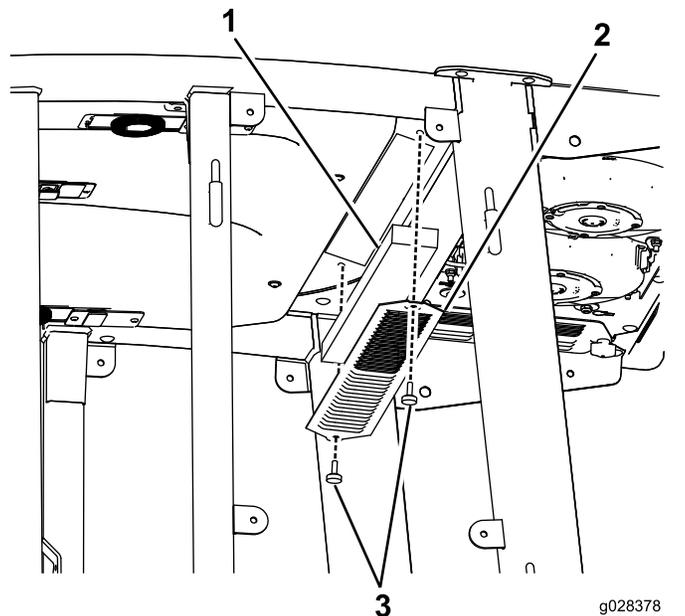
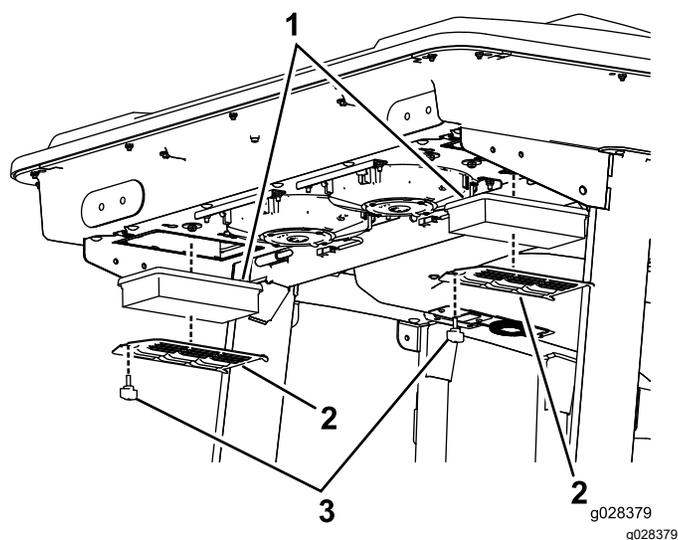
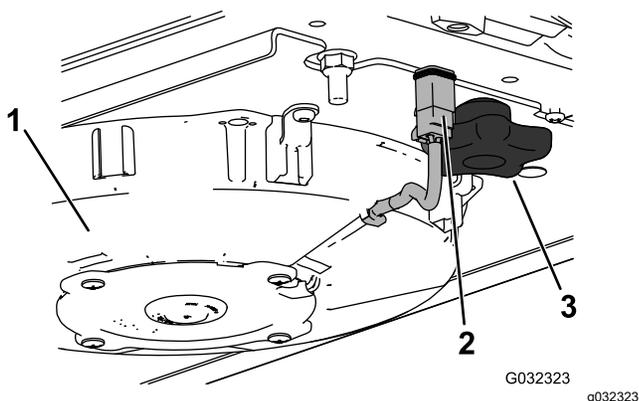
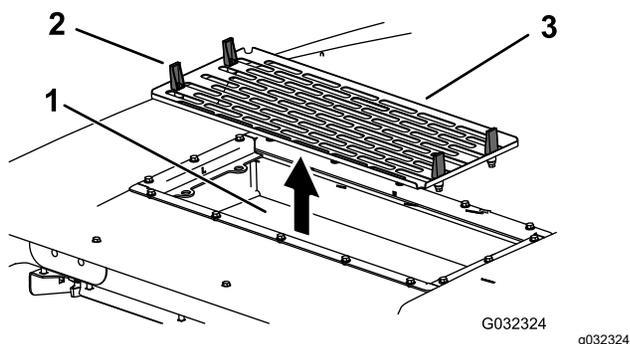

Рисунок 93
Рисунок 94
Рисунок 96
Рисунок 97
1. Выверните винты и снимите решетки у салонного и заднего воздушных фильтров кабины (Рисунок 93 и Рисунок 94).
4. Снимите воздушные фильтры (см. Рисунок 94).
6. Установите воздушные фильтры, сетку и вентилятор в сборе (Рисунок 94, Рисунок 96 и Рисунок 97).